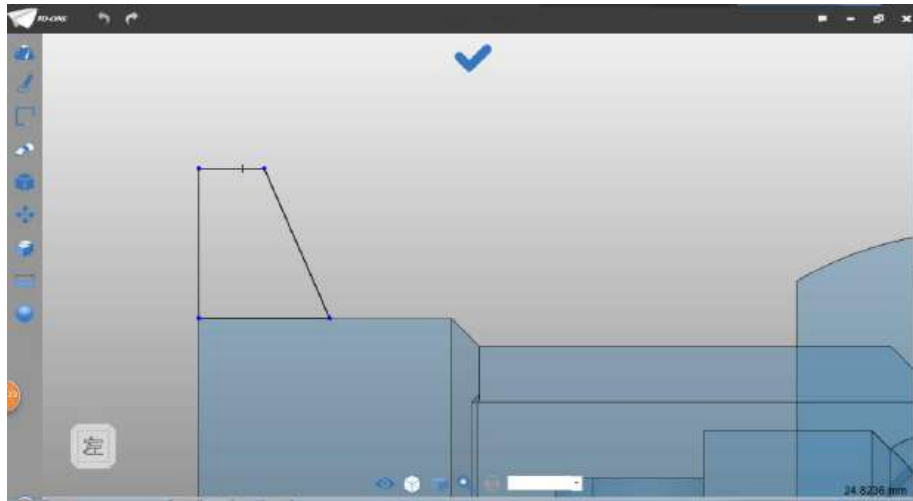

图 4-15
Step 15 绘制直线，连接两端口，将草图封闭，如下图 4-15 所示：